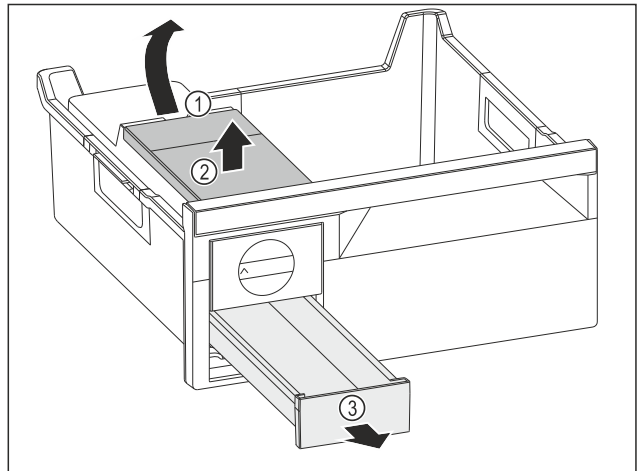

Fig. 120
- Heqja e depozitës së ujit: Ngrini lart depozitën e ujit duke e kapur nga foleja Fig. 120 (1).
- Hiqni depozitën e ujit Fig. 120 (2) për nga lart.
- Hiqni sirtarin e kubave të akullit Fig. 120 (3) nga përpara.